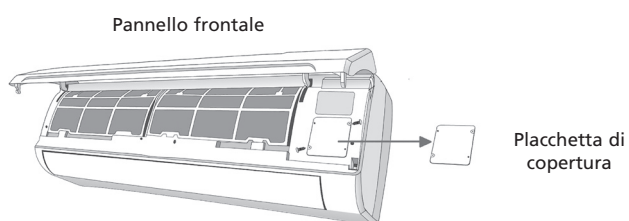

Figura 19
- Per poter montare il cavo sul blocco di allacciamento della parte interna: Rimuovere il pannello frontale e la placchetta di copertura dalla morsettiera che si trova sul retro della parte interna. Figura 19.